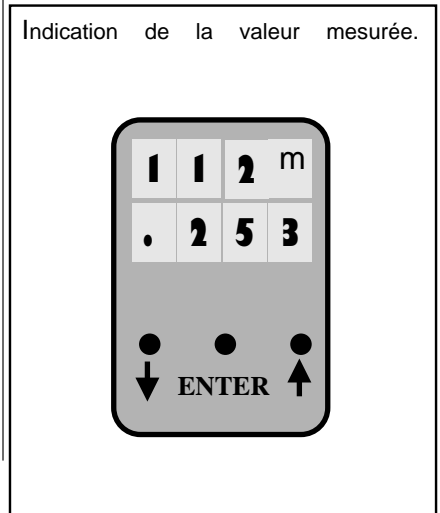

fig. 6
5.3 Mode 2.1.(Affichage fig. 6)